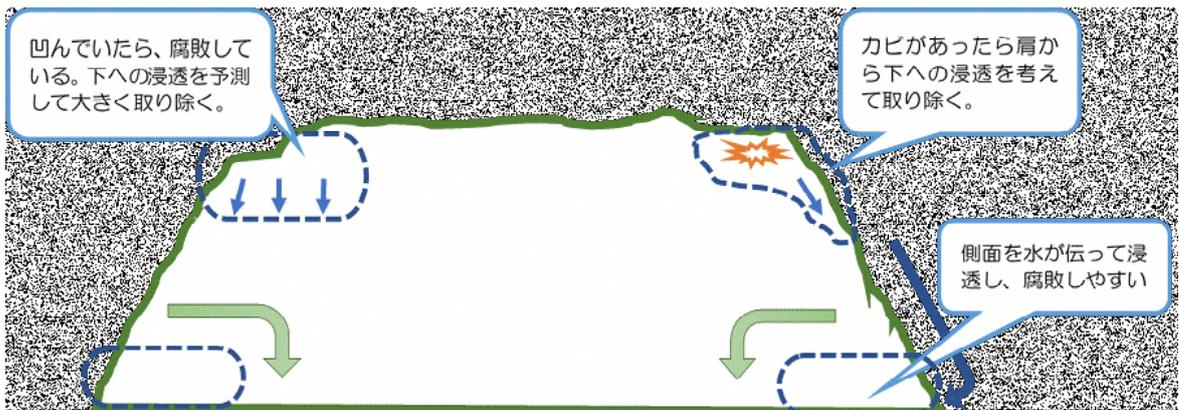

図1 スタックサイロの取り出し方法
- ① シートをはがして、給与しない部分にタイヤを載せる（写真1）。雨が入らないようにシートは長めに残して切る。雨にぬれるとすぐに腐ってしまう（写真2）。
- ② スタックは肩が傷みやすい。凹んでいたらそこは腐っている。触ってみて熱を持っているところまで、大きく捨てる。カビがあったら、下へ浸透していくので少し広めに捨てる。側面の底部は、サイロの側面を水が伝わって入り、カビやすいので特に注意して確認する（図1）。
- ③ 「見て触って取り除く」ことが大切。二次発酵していないとサイレージは冷たい。時には匂いを嗅いで、すぐ使うか捨てるか判断する。捨てる部分はすぐ堆肥場へ。二次発酵サイレージが入ると、給与後餌場で更に熱を帯びて匂いが変わり、牛が食べなくなる。